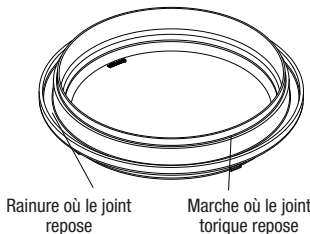

Figure 16. Installation du joint torique test de pression bleu
2. Placer le joint torique bleu sur la marche située à 1/4 po de la partie inférieure du couvercle. Se reporter à la Figure 16.